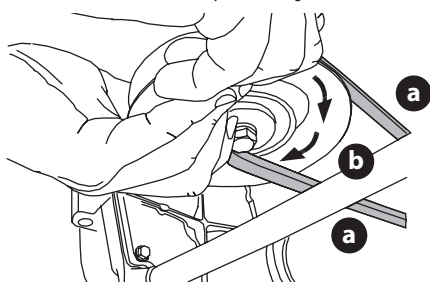

Fig. 38
- d. Mientras sostiene la correa de la PTO (a) hacia abajo, siga girando la polea de la PTO (b) hasta que la correa de la PTO (a) se deslice fuera de la polea (b) (Fig. 38).
8. Tire del lado derecho de la correa de la PTO hacia atrás y coloque el lado 'V' angosto de la correa de la PTO en la polea de la PTO (Fig. 38 en la página 64).
9. Mientras sujeta la correa de la PTO y la polea de la PTO juntas, gire la polea de la PTO hacia la izquierda (Fig. 38 en la página 64). Siga sosteniendo y rotando la polea de la PTO y la correa de la PTO hasta que la correa de la PTO se enrolle totalmente en la polea de la PTO.